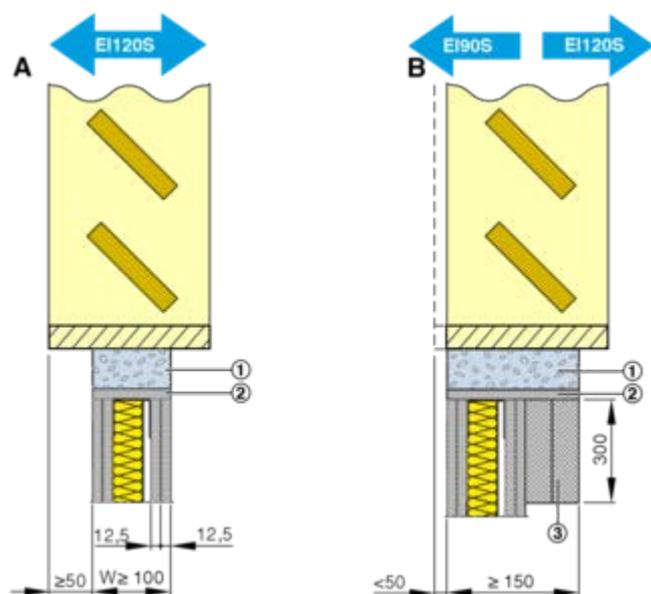

Fig. 40: EK-JZ Montagem centrada ou nivelada de um lado (saliência <50 mm)
Nivelado de um lado (Fig. 40 /B)
- A partir de uma altura de registo de ≥ 1030 mm e uma espessura de parede <150 mm, fornecer um apoio do registo traseiro ou do lado do eixo (Fig. 40 /3), por ex., com PROMATECT LS35, L500, AD40.